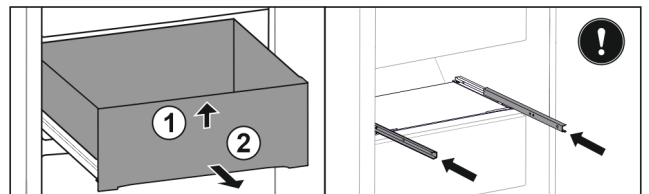

Fig. 51
- ▶ Soulever la partie avant du tiroir. Fig. 51 (1)
- ▶ Retirer le tiroir par l'avant. Fig. 51 (2)